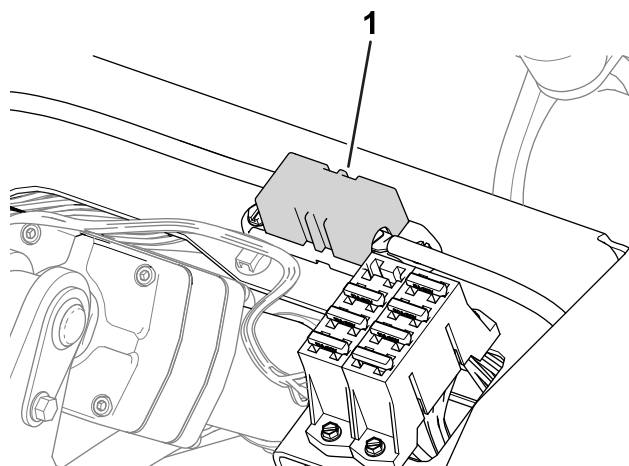

Figura 44
- Os fusíveis do motor da roda direita (60 A) encontram-se debaixo do banco (Figura 44).